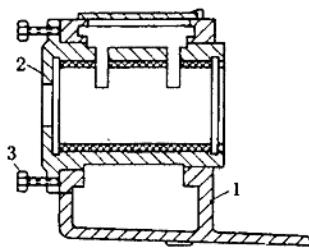

图 3-4-2 利用顶丝拆卸瓦套
(2) 轴承架的瓦套在拆卸时要注意不要损坏。瓦套与轴承架配合一般均较紧，小型瓦套一端突缘上，常常有两个丝孔，这时可拧入顶丝，如图 3-4-2 所示，即可将瓦套卸下。较大的轴瓦，一般没有丝孔，这时不可硬打硬撞，以免打坏瓦套。可用铜套顶住瓦套，再用锤轻轻敲打铜套，这样就不易打坏瓦套或轴承架。拆卸瓦套时要尽可能保持清洁。